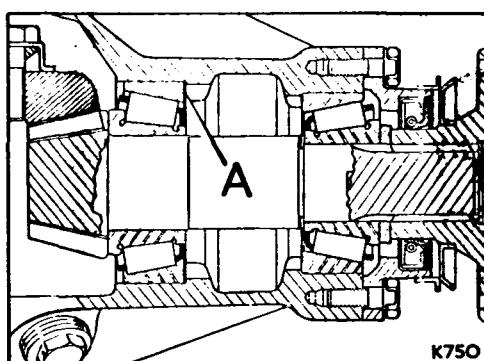

Fig. E1-47.- Suplementos para el ajuste de altura de piñón de ataque.
3.01.- Montar los mismos suplementos de reglaje de altura del piñón que se desmontaron si estuvieren en buen estado. En caso de que se hayan desecharo, montar suplementos nuevos de un espesor mínimo de 1,27 mm. (0,050") (Fig. E1-47).